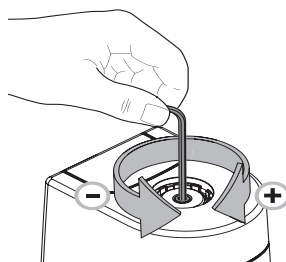

Abb. 7.2
- / **Druckerhöhung:** in Pfeilrichtung im Uhrzeigersinn drehen (Abb. 7.2) = Druck erhöhen (+) bei ständiger Sichtkontrolle des Manometers
- / **Druckminimierung:** in Pfeilrichtung entgegen dem Uhrzeigersinn drehen (Abb. 7.2) = Druck minimieren (-)